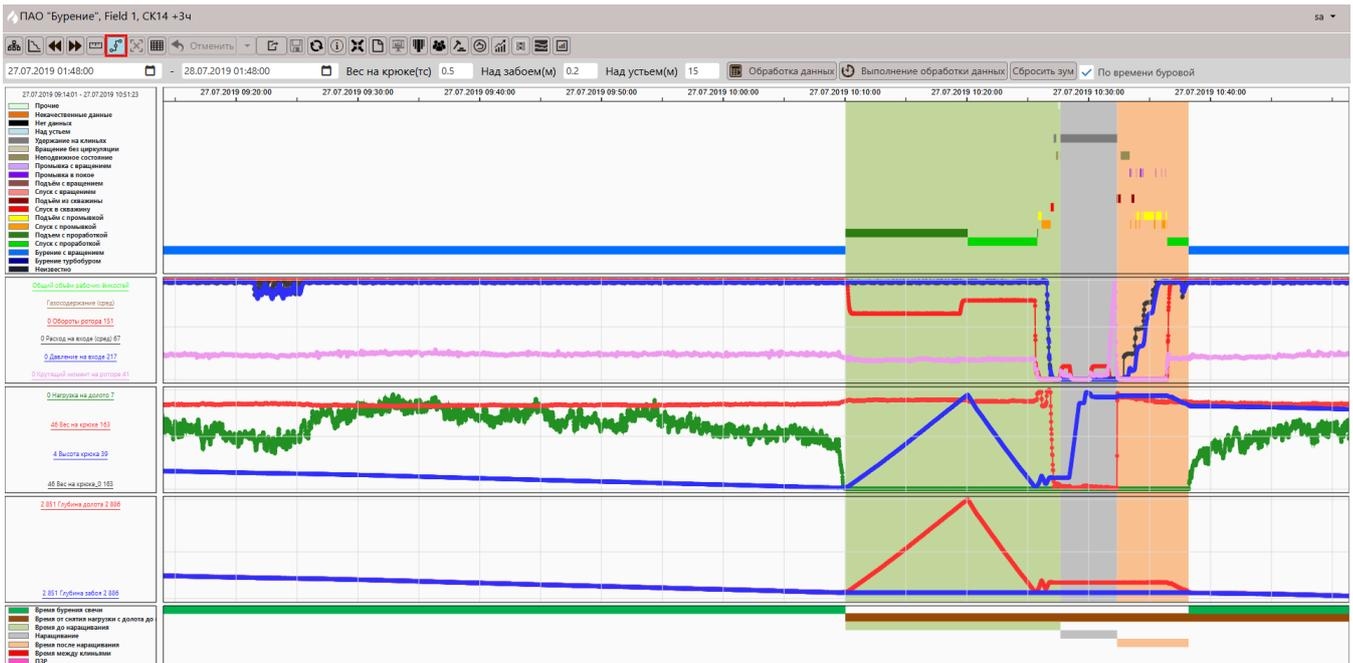

Рис. 2.4
- отображение РВ данных как набора точек (рис. 2.4);